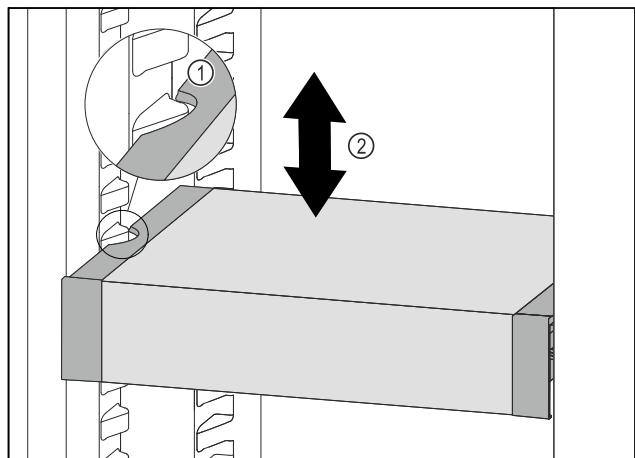

Fig. 100
- VarioSafe nach vorne ziehen, bis sich die seitlichen Aussparungen des VarioSafes auf Höhe der Behälterrippe im Kühlteil befinden. Fig. 100 (1)
- VarioSafe im Kühlteil nach oben oder unten bewegen, bis gewünschte Höhe erreicht ist. *Fig. 100 (2)*